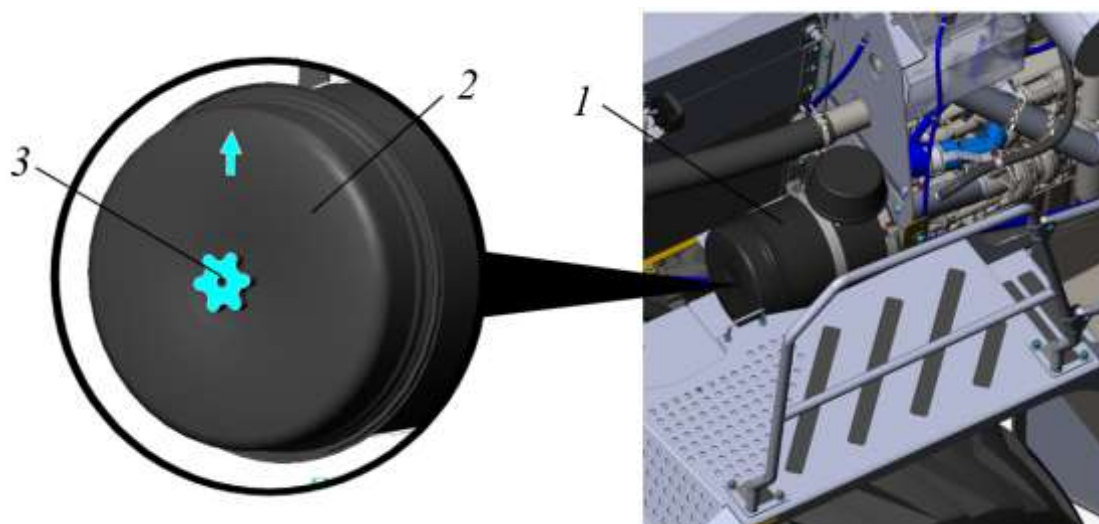

Рисунок 5.28. Корпус воздушного фильтра
Корпус воздушного фильтра размещен под створкой блока радиаторов с левой стороны по ходу движения машины, см. рис. 5.28.
- ▶ Открутить гайку-барашек 3, снять крышку фильтра 2, см. рис. 5.28.
- ▶ Установить крышку 2 на корпус фильтра 1, закрепив гайкой-барашком 3, см. рис. 5.28.